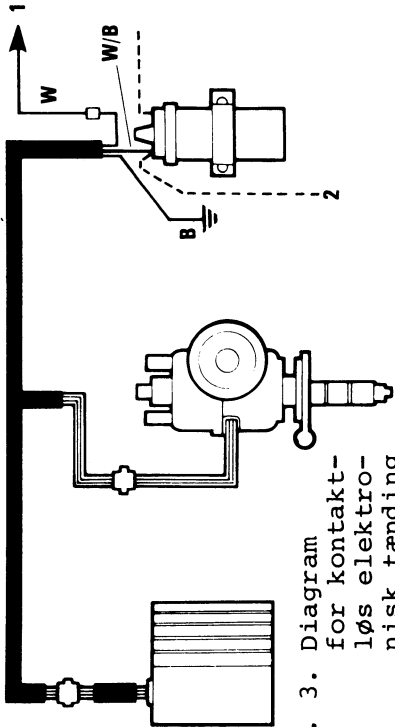

Fig. 3. Diagram for kontakt-løs elektrok nisk tænding
- (I) sort ledning til en god stelforbindelse (-)
- (II) hvid/sort ledning til tændspolen, hvor ledningen til fordeleren før sad
- (III) hvid ledning + 12V (ikke sikret) styret af tændingsnøglen (se fig. 3)